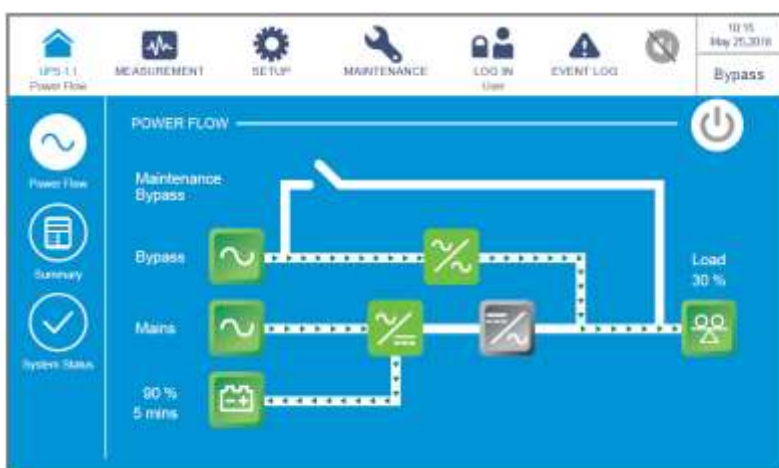

Рисунок 6-64: Экран байпасного режима
- 3) После выбора **'YES'**, ИБП отключит выход с каждого силового модуля и будет осуществлять подачу питания с байпасного источника переменного тока. Если байпасный источник переменного тока работает ненормально, то существует риск прерывания подачи питания, и подключенные важные нагрузки не будут защищены. В этот момент каждый силовой модуль продолжает заряжать батареи, трехцветный светодиодный индикатор загорается желтым цветом и появляется следующий экран (**Рисунок 6-64**). Расположение трехцветного светодиодного индикатора см. на **Рисунке 2-11**.